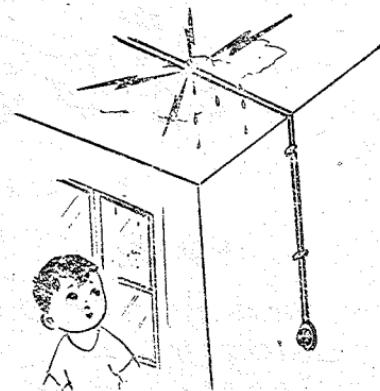

图10 房屋漏雨浸湿电线易漏电起火
- (1) 不懂电气装修技术的人，不要自己安装或修理电气装置。
- (2) 长期未使用的电器具，使用前应先用测电笔来判断是否漏电。如漏电时，不准触及。
- (3) 凡产品说明书要求接地(接零)的电器具，应做可靠的“保护接地”或“保安接零”，并定期检查是否接地(接零)良好。
- (4) 有些电器具要根据产品说明书要求及整个线路电器具配备情况，加装“保险丝”等保护设备。
(5) 收音机或电视机的“天线”，不要架在电杆上或电杆附近，以防天线被风吹断，搭连在电线上，易烧毁收音机，并招致人身触电事故。雷雨天气应把收音机关上，还要把天线和地线连在一起，这样，一旦天线受雷击，就能将雷电流泄到地下，保证安全。
(6) 电气工作人员应严格地按照电气安全作业规定进行操作或检修电器具，修理前必须断开电源。平时应对电气器具经常进行检查，凡不合格的电器具应及时检修或停止使用。
(7) 电灯、电线以及其它电器具，不要靠近炉灶安装，以防长期受热、受潮后，绝缘损坏，漏电伤人。
(8) 室内应使用橡皮绝缘线或塑胶线，不要使用破旧的电线头来连接。电线的接头处应严密包上绝缘胶布，不要使电线的金属芯露出来。
(9) 室外的电灯、电线或接电用的插座应固定在1.8米以上，装于低处时应装设安全插座，且不要随便移动。
(10) 电线穿过墙壁或板壁时，要用瓷管或铁管保护。房屋漏雨应及时修理，以免电线受潮，漏电起火，如图10所示。
(11) 电线不要挨近晒衣服、绑烟筒、挂东西等用的铁丝，以免铁丝磨破电线，发生触电。
(12) 不要利用电线杆搭凉篷、瓜架，或在电杆、电线上晾晒衣物。
(13) 不要把牲畜拴在电线杆或其“拉线”上，以防止牲畜受惊把电杆拉倒，弄断电线发生触电。
(14) 要教育儿童不要爬上电杆或在电杆的拉线上做爬吊游戏，